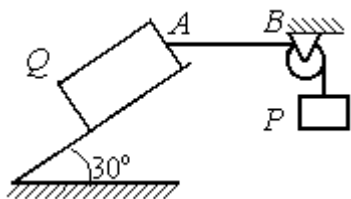

Рис.1.52. Равновесие груза на наклонной плоскости с трением
**Задача 17.** Груз  $Q$  весом 50 Н удерживается нитью на шероховатой наклонной плоскости (рис.1.52). Один конец нити закреплен на грузе  $Q$ , а к